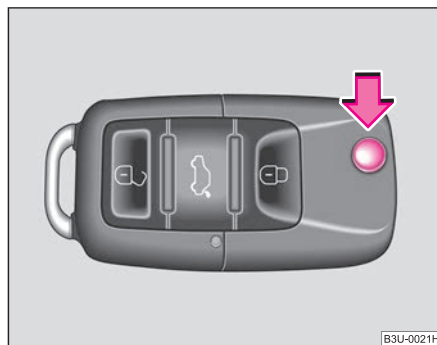

Fig. 19 Llave plegable
- Pulse el botón de desbloqueo ⇒ fig. 19 a fin de desplegar y plegar la llave.